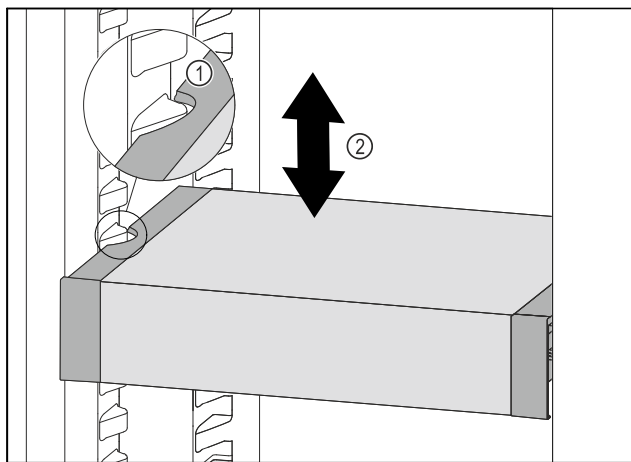

Fig. 97
- Træk VarioSafe fremefter, indtil udsparingerne i siden på VarioSafe er på niveau med beholderribben i kølesektionen. Fig. 97 (1)
- Flyt VarioSafe op eller ned i kølesektionen, indtil den ønskede højde er nået. Fig. 97 (2)